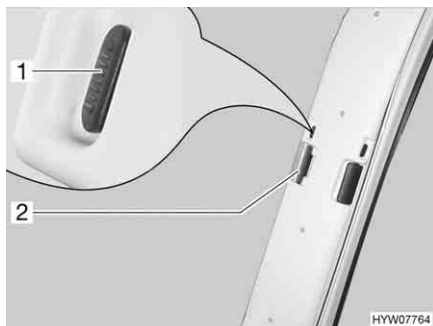

Fig. 66 Tendina oscurante pieghevole per il parabrezza
- Spingere il bottone di bloccaggio (Fig. 66,1) verso l'alto.
- Tirare la tendina oscurante pieghevole del parabrezza per la maniglia (Fig. 66,2) verso il centro della finestra.
- Spingere verso l'esterno le due metà della tendina oscurante pieghevole del parabrezza per la maniglia (Fig. 66,2) fino all'arresto.
- Spingere il bottone di bloccaggio (Fig. 66,1) in basso.